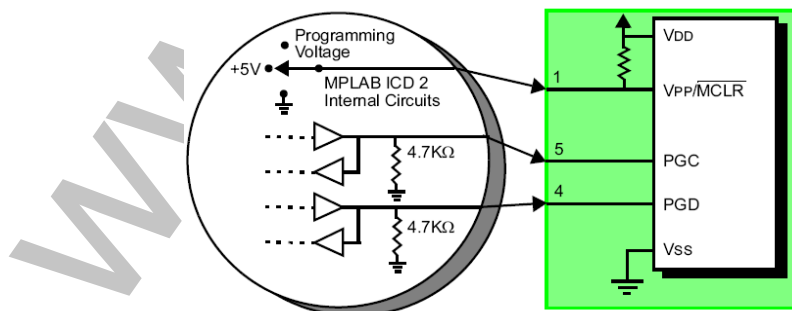

Figura 22. Diagrama de conexiones PIC-ICD2 para usar el ICD2 sólo como programador.
- El ICD 2 debe conectarse a los pines VPP, PGC, PGD, VSS y VDD tal y como se muestra en la Figura 22.